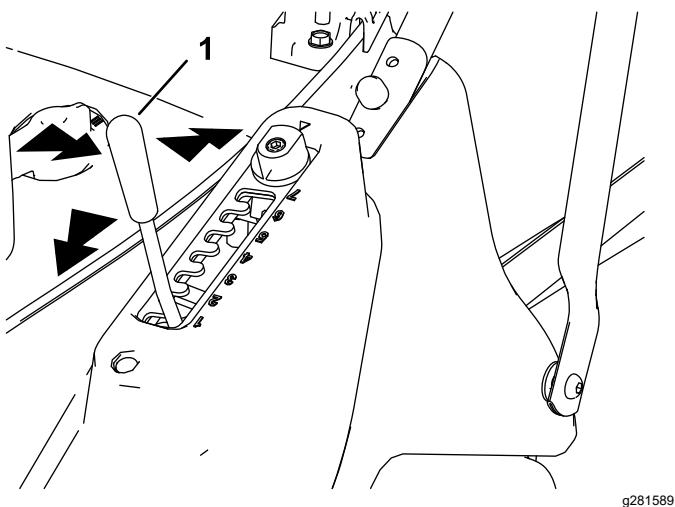

Figure 12
1. Tirez le levier de hauteur de coupe sur le côté pour le désengager du cran de verrouillage (Figure 12).
2. Poussez le levier en avant pour réduire la hauteur de coupe ou tirez-le en arrière pour augmenter la hauteur de coupe (Figure 12).
3. Relâchez le levier à la position voulue et vérifiez qu'il s'enclenche fermement dans l'un des 7 crans de réglage (Figure 12).